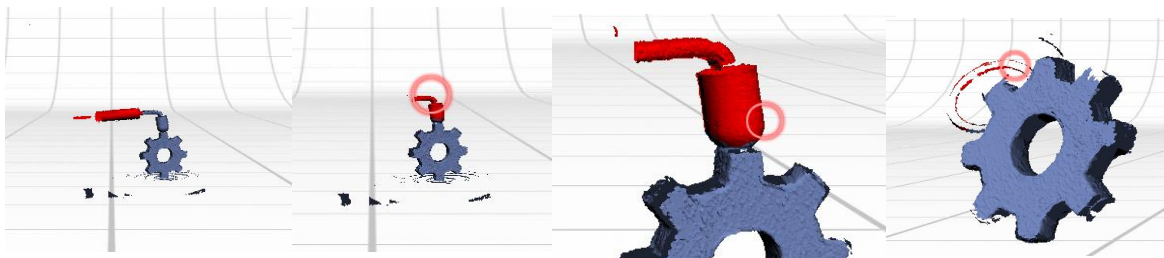

Figura 38. Eliminando bordes del piñón.
- Seleccione el círculo para empezar a eliminar estas anomalías, se observa que se coloca de color rojo lo que se quiere borrar del objeto, como se muestra en la Figura 38.